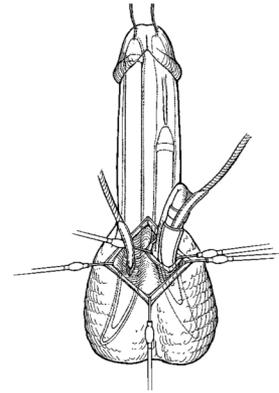
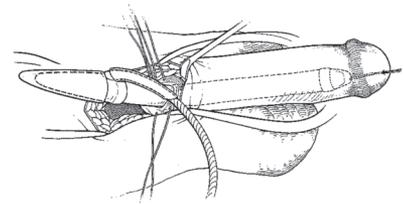

Figura 4-14a. Penoscrotale: inserimento dei cilindri
Figura 4-14b. Infrapubico: inserimento dei cilindri
15. Ripiegare all'indietro il cilindro su se stesso, quindi spingere l'estremità prossimale del cilindro nella crura, estendendo delicatamente, nel contempo, il pene distale (**Figura 4-14a**, **Figura 4-14b**). In alternativa, posizionare la porzione a forma di "U" dello strumento prossimale al punto di giunzione tra il tubo di uscita e il cilindro e con l'ausilio dello strumento spingere l'estremità prossimale del cilindro nella crura, estendendo delicatamente, nel contempo, il pene distale. Il lato più piatto dello strumento dovrebbe essere rivolto verso il cilindro.